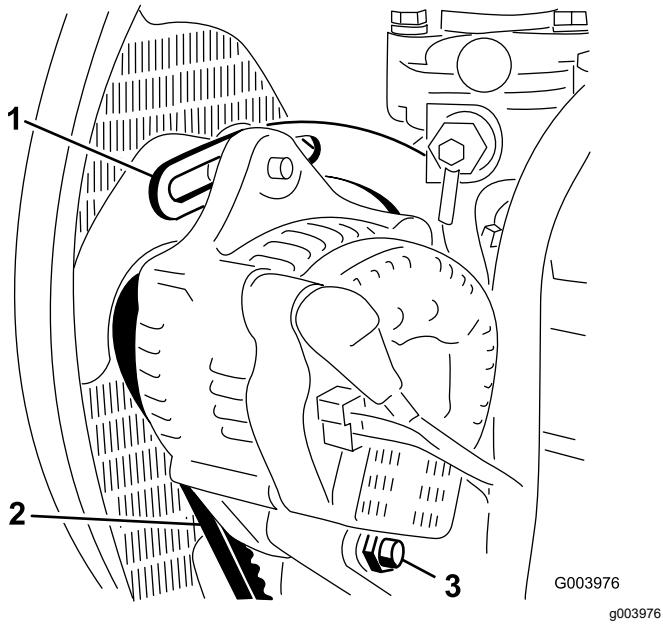

Figure 58
2. Contrôlez la tension de la courroie d'alternateur (Figure 58) en exerçant une force de 10 kg à mi-distance entre les poulies d'alternateur et de vilebrequin.
4. Desserrez le boulon de fixation du renfort au moteur (Figure 58), le boulon de fixation de l'alternateur au renfort et le boulon de pivot.